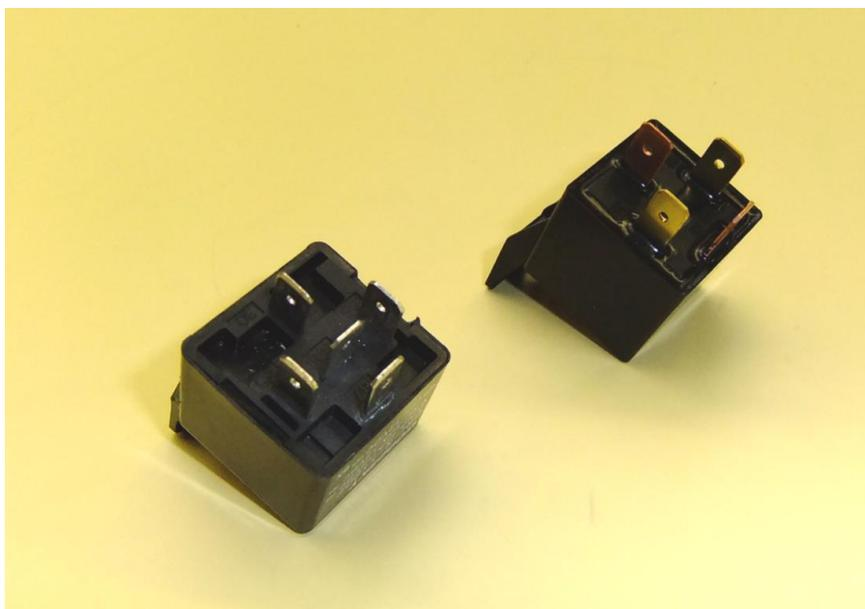

Рис. 1. Реле с 5 контактами (слева) должно быть заменено.
1. Осмотрите реле топливного насоса и посчитайте контакты (Рис. 1).